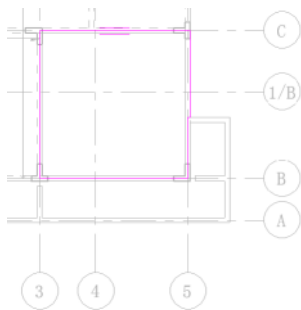

图 11-40 绘制边界线（1）
(6) 单击“结构”选项卡“结构”面板中的“楼板：结构”按钮, 打开“修改 | 创建楼层边界”选项卡和选项栏。
(7) 在“属性”选项板中选择“现场浇注混凝土 120mm”类型。
(8) 单击“绘制”面板中的“边界线”按钮和“线”按钮, 创建边界线, 如图 11-40 所示。